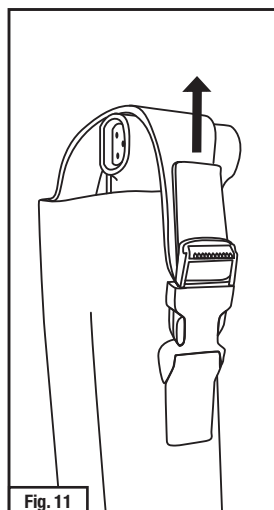
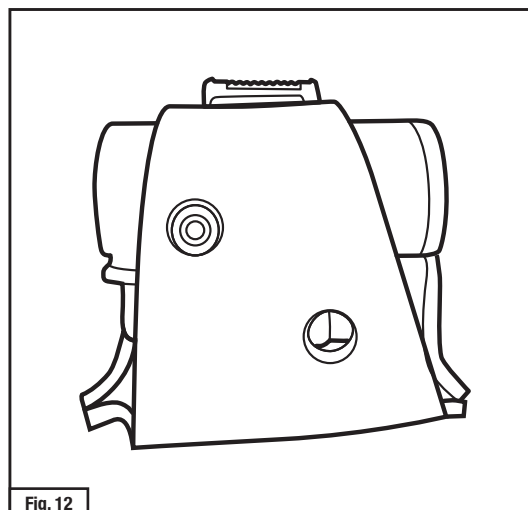

Fig. 11
Fig. 12
4. Avec l'adaptateur et le bloc-piles entièrement insérés dans la partie inférieure de l'étui, enclencher la boucle reliant le rabat supérieur et partie inférieure de l'étui. Tirer la courroie en cuir située sur la boucle pour serrer le haut de l'étui et assurer un ajustement serré (Fig. 11). S'assurer que le témoin lumineux de l'adaptateur est visible à travers les deux trous situés sur le dessus de l'étui (Fig. 12).